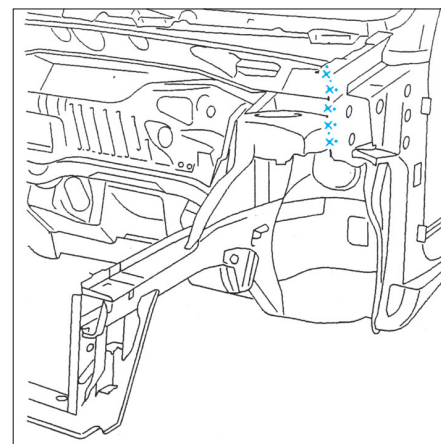

FIG. 10
- Retoucher la coupe (Fig.10).